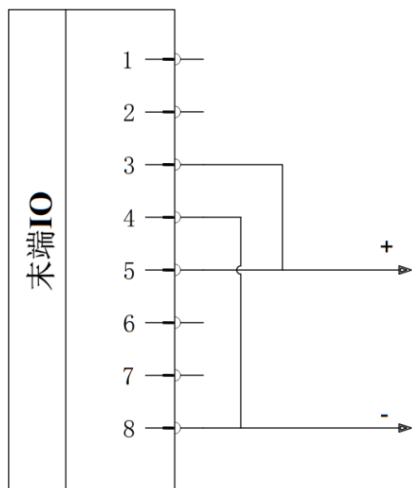

图 2-43: 双针模式 1 接线
2) 接线方法: 如下图 2-43, 将电源线 (5 灰色) 与 TI3/TO3/PWR2 线 (3 绿色) 连接, 接地线 (8 红色) 与 TI2/TO2/GND2 线 (4 黄色) 连接。